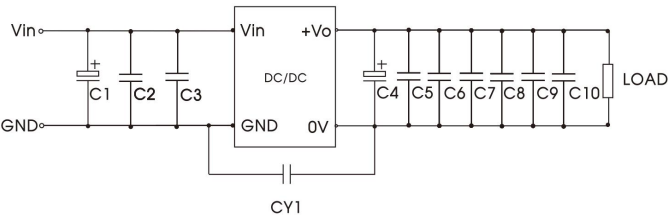

图 3
①全文指标均在，产品增加强制外围（见图 3）下所得，否则产品可能无法正常工作；
②输入电压不能超过此值，否则可能会造成永久性不可恢复的损坏。
注: ①在 0% - 5%负载条件下, 输出电压精度最大值为±5%; ②按 0%-100%负载工作条件测试时, 负载调节率的指标为±3%; ③瞬态响应偏差测试需使用图 3 推荐的外围电路; ④纹波和噪声的测试方法采用平行线测试法及图 3 推荐的外围电路, 具体操作方法参见《DC-DC (宽压) 模块电源应用指南》。
所有该系列的 DC/DC 转换器在出厂前，都是按照（图 3）推荐的测试电路进行测试。
C15	参考应用电路图 3 中 C4
C16/C17	参考应用电路图 3 中 C9、C10